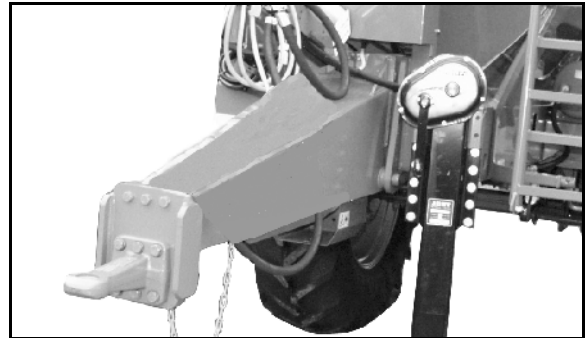

Bild 23
- rak draganordning (Bild 23),